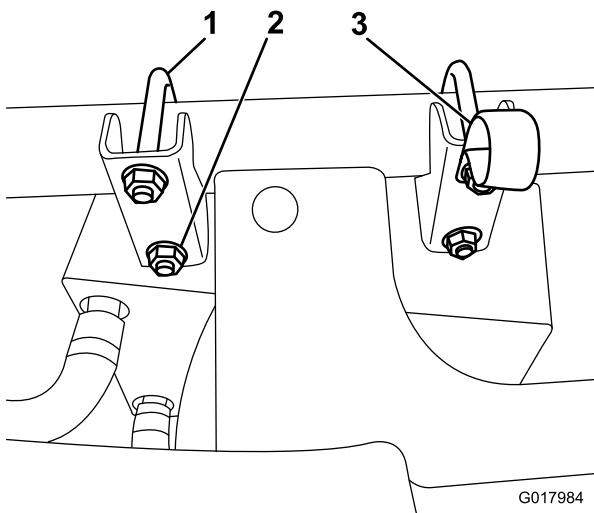

Figura 4
- Fixe o aquecedor e o conjunto do suporte ao tubo da estrutura da frente utilizando as cavilhas em U quadradas e as porcas flangeadas fornecidas (Figura 4).
3. Fixe o grampo em R debaixo da porca superior mais perto do centro do veículo (Figura 4).